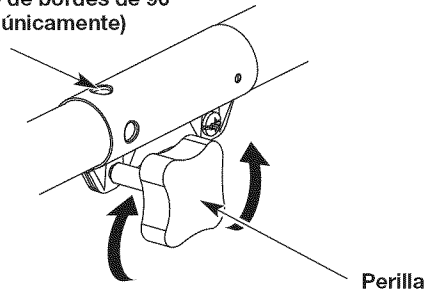
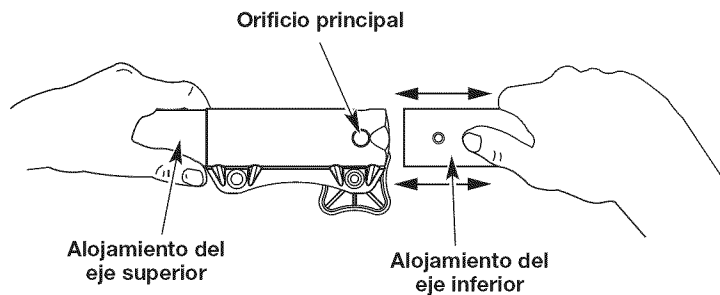

Fig. 3
Fig. 5
1. Gire la perilla en el sentido contrario a las agujas del reloj para aflojarla (Fig. 3).
2. Mientras sujeta con firmeza el accesorio, empújelo en línea recta dentro del acoplador hasta que el botón de liberación entre a presión y quede firme dentro del orificio principal (Fig. 5).
3. Gire la perilla en el sentido de las agujas del reloj para ajustar (Fig. 3).
**PRECAUCIÓN:** Antes de utilizar esta unidad, asegúrese de que el botón de liberación entre a presión completamente dentro del orificio principal (Fig. 5) y que la perilla (Fig. 3) quede bien ajustada.
Para un reborde decorativo con un accesorio de recorte, trabe el botón de liberación en el orificio de recorte de bordes de 90° (Fig. 3).
3. Mientras sujeta firmemente el alojamiento del eje superior, tire del accesorio de manera recta para sacarlo del acoplador (Fig. 5).